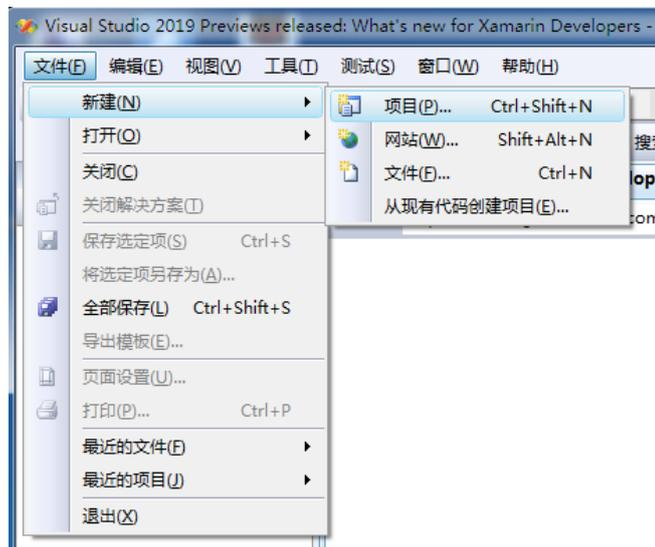
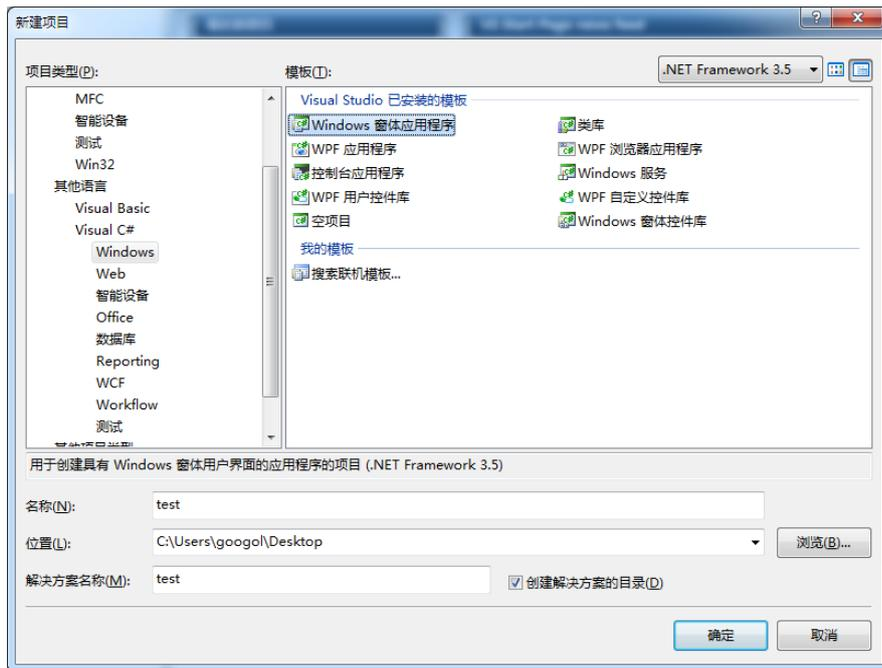
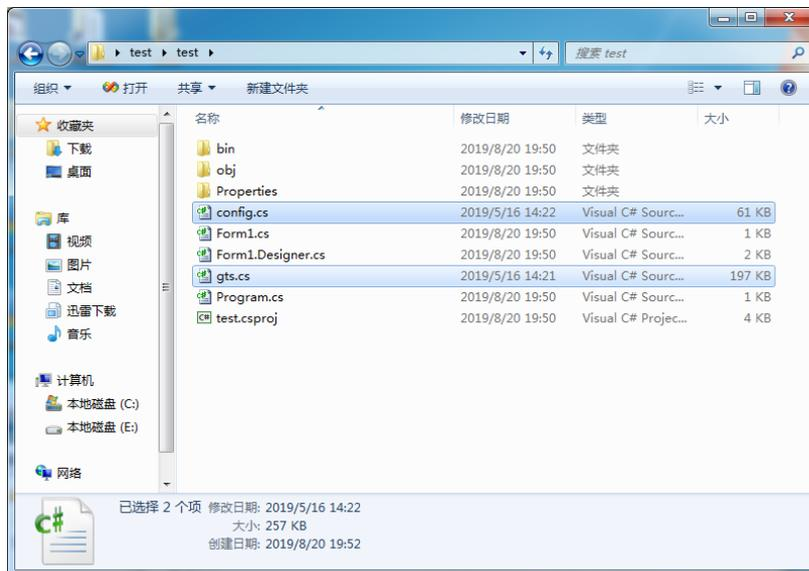

图 11
图 12
图 13
2、新建项目：点击“文件” — “新建” — “项目”，在弹出的窗口中选择“其他语言” — “Visaul C#” — “Windows” — “Windows 窗体应用程序”，在“名称”中输入项目名，并点击“浏览”选择项目保存目录，如图 11、图 12 所示
3、配置控制卡编程的必需文件：如果编写32位（64位）的程序，将\dll\x32（x64）文件夹中的“gts.cs”和“config.cs”文件复制到工程文件夹中，将“gt_rn.dll”、“gts.dll”、“RingNetDmaCfg.rndma”及“RingNetMapSUB6.rnmap”文件复制到\bin\Debug(或Release)文件夹中，如图12、图13所示